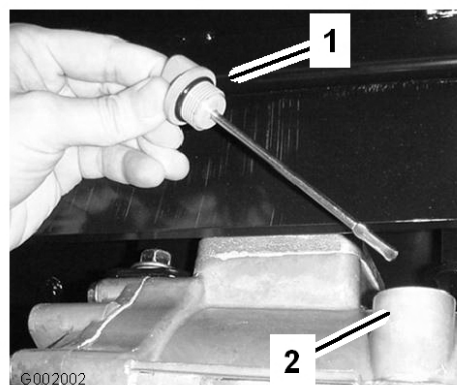

Figure 64
2. Retirez la jauge de la boîte-pont et essuyez-la sur un chiffon propre (Figure 64).